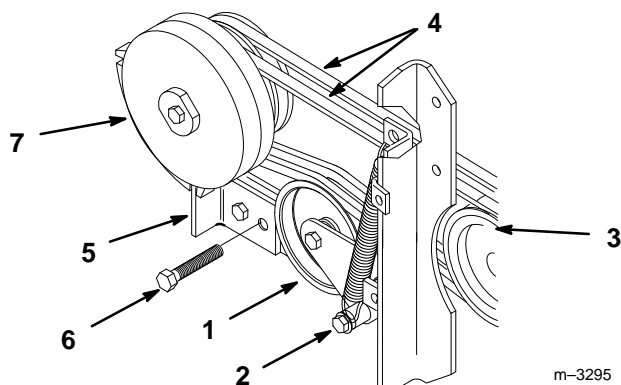

Figure 48
1. Maintenir la poulie de tension contre les courroies et tirer le ressort vers le bas pour le détacher du boulon du bas (Fig. 48).
2. Laisser la poulie de tension descendre pour détendre les courroies de PdF, et retirer les courroies de la poulie de boîte d'engrenages (Fig. 48).
3. Retirer les boulons de fixation de la butée d'embrayage et déconnecter le câblage de l'embrayage (Fig. 48). Retirer les courroies par dessus l'embrayage.
5. Maintenir la poulie de tension contre les courroies et tirer le ressort pour l'accrocher au boulon du bas (Fig. 48).
6. Monter la butée d'embrayage (Fig. 48) en serrant solidement les boulons.